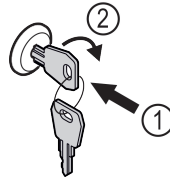

Fig. 242
- ▶ 按入钥匙。 Fig. 242 (1)
- ▶ 将钥匙顺时针转动 90°。 Fig. 242 (2)